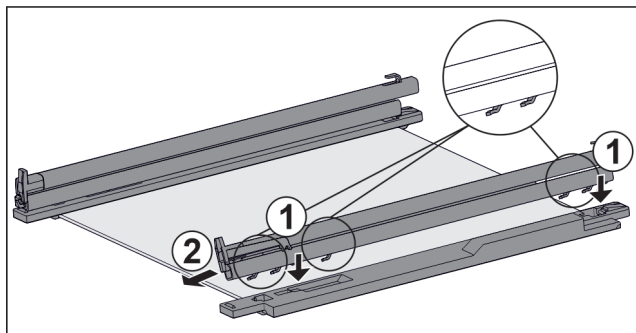

Fig. 121 带轨道和固定件的玻璃隔板
- ▶ 将轨道的挂钩放到左侧固定件的孔上。 Fig. 121 (1)
- ▶ 向前拉轨道。 Fig. 121 (2)
- ▶ 将轨道的挂钩放到右侧固定件的孔上。 Fig. 121 (1)